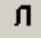

Рисунок 30 — Вкладка **Список контролируемых операторов**
- На вкладке **Список контролируемых операторов** отображены все операторы, зарегистрированные в системе (рисунок 30). Поставьте маркер напротив операторов, которых может контролировать данный оператор.